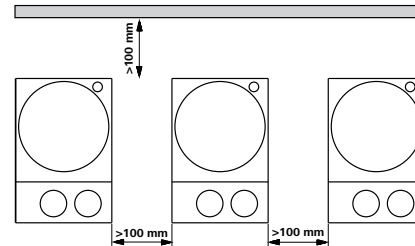

Fig. 3
- Respectați distanțele minime între aparate, între aparat și pereți, precum și distanța deasupra montajului (min. 800 mm), a se vedea fig. 3.